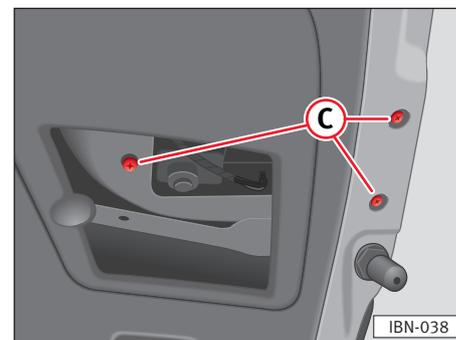

Fig. 161
- Extraer los tornillos ⇒ fig. 161 C) y desenchufar el conector.